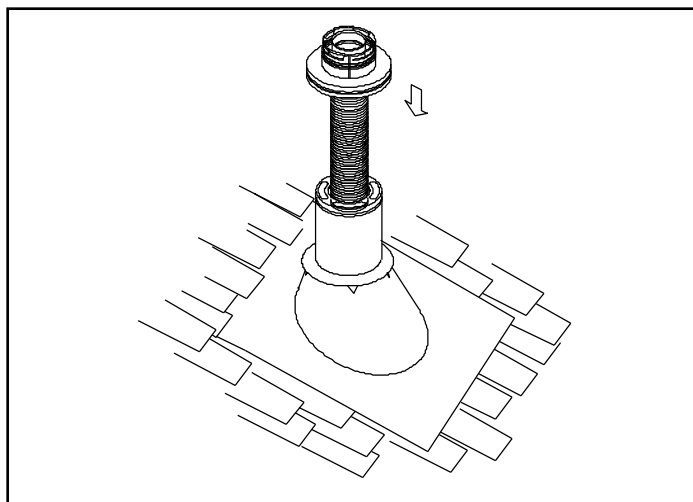

Figure 4.22
4. Placez le tuyau flexible au centre de la cheminée en l'introduisant depuis le haut et placez l'adaptateur supérieur au centre du conduit de cheminée. Percez quatre trous de 3 mm (1/8 po) dia diamètre dans l'adaptateur supérieur et dans le débouché de cheminée. Placez l'abat-vent pour vents forts sur l'adaptateur supérieur et tournez-le pour le verrouiller en place. Voir les figures 4.22 et 4.23.